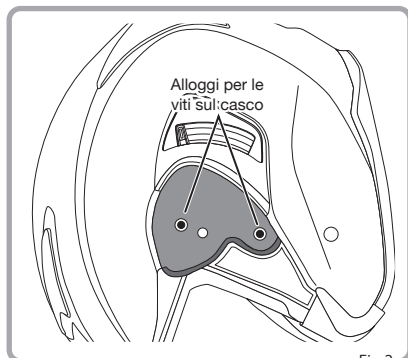

Fig.2
- ② Come mostrato nella Fig. 2, tirare la visiera nella direzione della freccia premendo contemporaneamente il pulsante di rilascio sulla stessa. Un lato della visiera è completamente sganciato.
- ② Posizionare il meccanismo della visiera nell'alloggio sul lato del casco e allineare i fori di montaggio sul meccanismo della visiera con i fori di montaggio sul casco (Fig. 2).